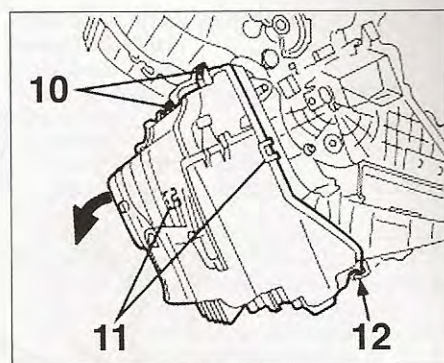

FIG. 26
- el tornillo (5) del soporte (6) de las tuberías de calefacción (7).
- el soporte (6) de su fijación superior (8)
- las tuberías del radiador de calefacción (9).
- Desatornillar los tornillos de fijación (10) del cárter delantero del bloque de calefacción (fig. 26).
- Separar el cárter delantero de sus grapas de retención laterales (11).
- Pivotar el cárter delantero hacia abajo y separarlo de sus ganchos inferiores (12).